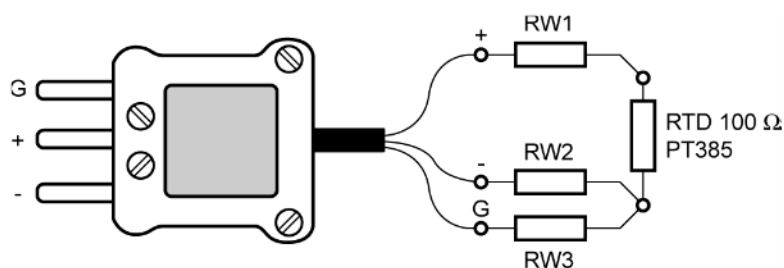

Figure 11.10 – Schéma de raccordement de la sonde Pt100 avec son adaptateur.
■ Appareil de mesure (figure 11.10)